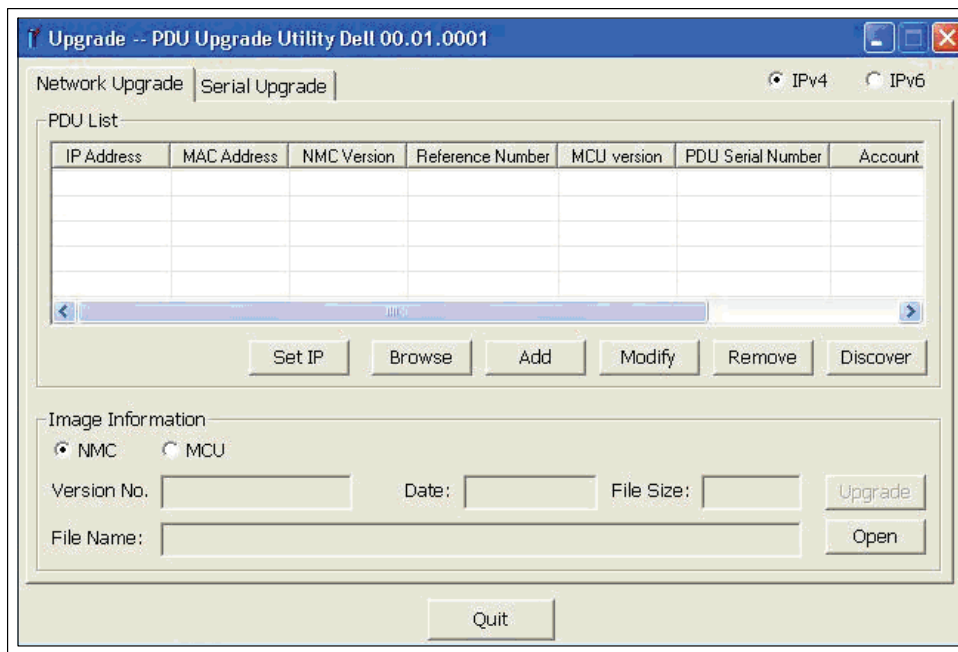

図5. IPv4またはIPv6の選択
- 3 IPv4またはIPv6ラジオボタンを選択して、検索するIPアドレスのバージョンを指定します(図5参照)。